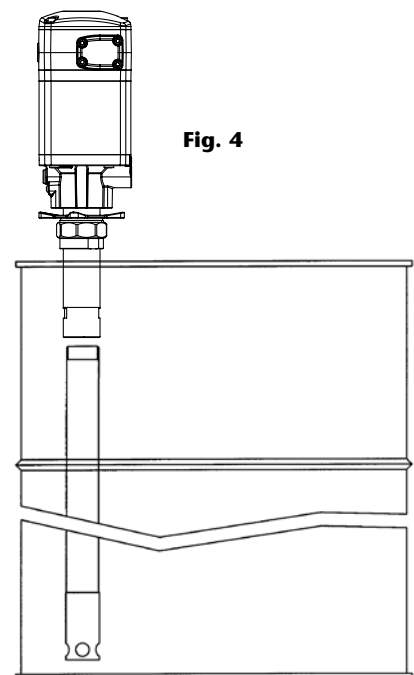

Fig. 4
- Montage direct sur fût ou citerne, en utilisant l'adaptateur de bonde réglable 360002. Vissez le tube d'aspiration approprié au clapet de pied de la pompe (voir fig. 4). Vissez l'écrou de l'adaptateur de bonde à la bonde 2" située sur le couvercle du fût ou de la citerne. Insérez le tube d'aspiration à travers la bonde à la hauteur désirée, et vissez l'adaptateur avec l'écrou en étoile pour bloquer la pompe.